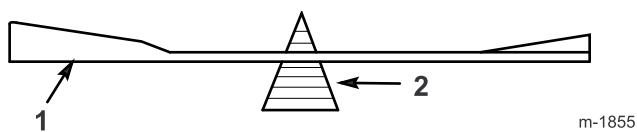

Figura 37
2. Controllate l'equilibrio di ciascuna lama collocandola su un bilanciatore (Figura 37). Se la lama rimane in posizione orizzontale, è bilanciata e può essere utilizzata. In caso contrario, limate soltanto il retro della lama. Ripetete l'operazione finché ogni lama non è perfettamente bilanciata.